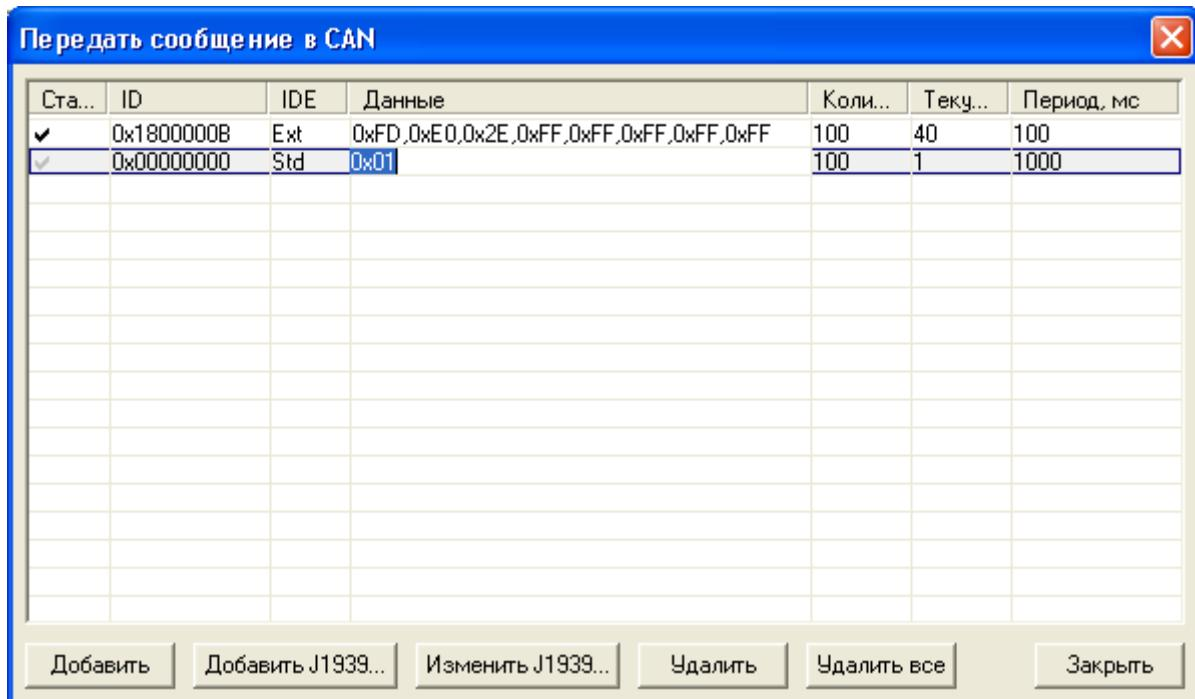
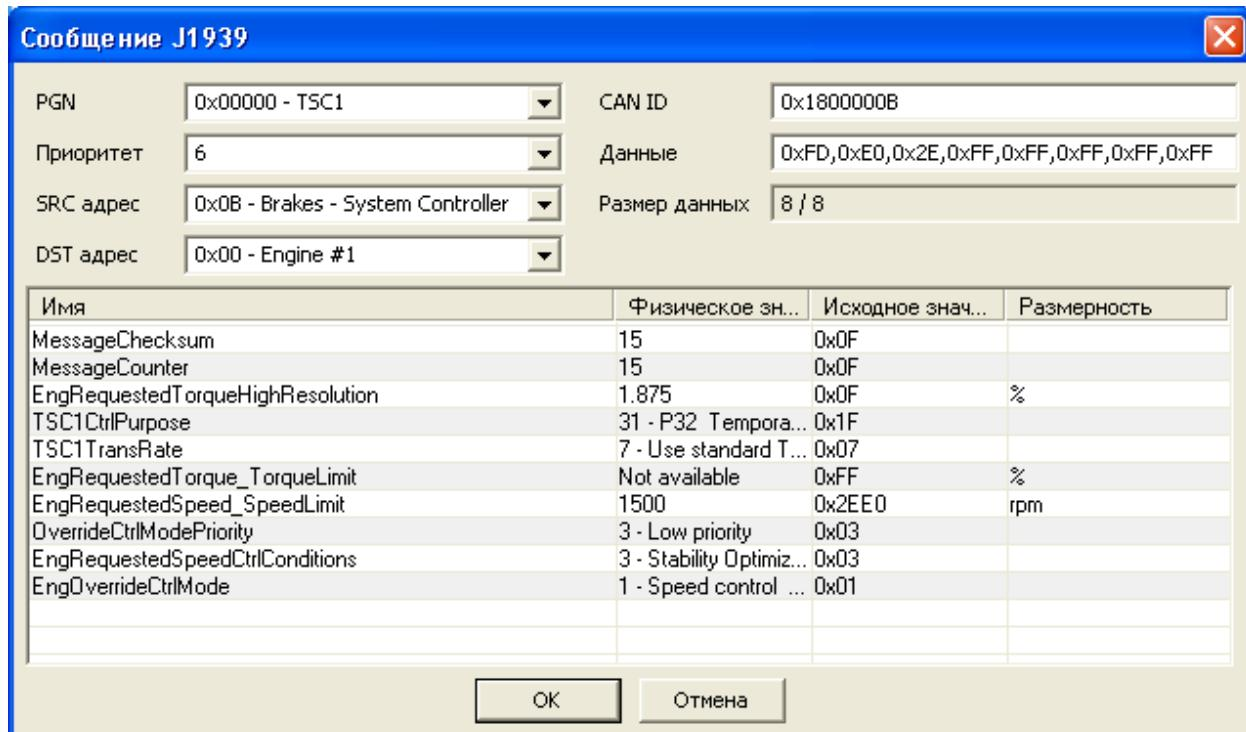

Рис. 5.5.
Рис. 5.6.
5.5. Диалог «Передать сообщение в CAN» (рис. 5.5) предназначен для настройки сообщений CAN с возможностью последующей их передачи в сеть CAN. Добавление, удаление сообщений осуществляется соответствующими кнопками диалога. Редакция сообщения осуществляется в самом списке сообщений путем двойного нажатия левой кнопки мыши на любом поле в сообщении (рис. 5.5).
Для удобства задания передаваемого сообщения в формате J1939 можно использовать кнопки «Добавить J1939...» и «Изменить J1939...» (рис. 5.5). В этом случае откроется диалог «Сообщение J1939» (рис. 5.6), где в удобной форме можно настроить параметры данного сообщения и передаваемые данные. Данные в сообщении можно менять как в виде задания последовательности байт (поле «Данные»), так и заданием физического значения любого из передаваемых в сообщении параметров. Например, при формировании пакета TSC1 (рис. 5.6) можно дважды нажать левой кнопкой мыши на поле «Физическое значение» параметра EngRequestdSpeed\_SpeedLimit и ввести туда необходимое значение, например 1500, вместо того чтобы менять байты в потоке данных на значения 0xE0,0x2E. Поле «Данные» при этом автоматически обновится.